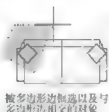

图4-6
(9)圈交(CP)参数选项:主要作用是使用一个不规则多边形来选择对象。凡是被多边形边相交或框选的对象被选中,如图4-6所示。